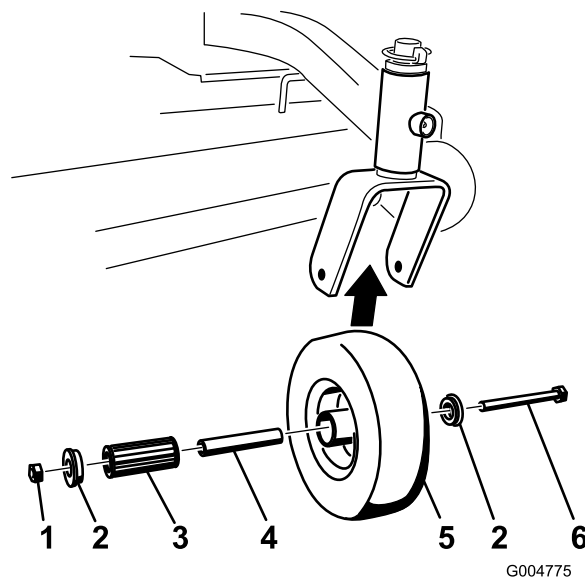

Figure 35
- Enlevez le contre-écrou et le boulon de fixation de la roue pivotante à la chape (Figure 35).
- Enlevez une bague, puis sortez la douille pour clé et le roulement à rouleaux du moyeu de roue (Figure 35).
3. Enlevez l'autre bague du moyeu, puis nettoyez la graisse et les saletés éventuellement présentes dans le moyeu (Figure 35).
4. Examinez l'usure du roulement à rouleaux, des bagues, de la douille pour clé et de l'intérieur du moyeu. Remplacez les pièces endommagées ou usées (Figure 35).
5. Pour le remontage, placez une bague dans le moyeu de la roue. Lubrifiez le roulement à rouleaux et la douille pour clé, et insérez-les dans le moyeu. Mettez la deuxième bague dans le moyeu (Figure 35).
6. Montez la roue pivotante dans la chape à l'aide du boulon et du contre-écrou. Serrez le contre-écrou jusqu'à ce que la base de la douille pour clé soit en appui contre l'intérieur de la chape (Figure 35).